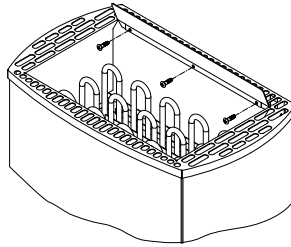

Abb. 5
- Befestigen Sie das beiliegende Luftleitblech wie in Abb. 5 dargestellt. Hierzu die beiden äußeren Schrauben in der Abdeckung zuerst lösen und wieder mit diesen und einer weiteren Blechschraube 4,2 x 9,5 aus dem Polybeutel befestigen.